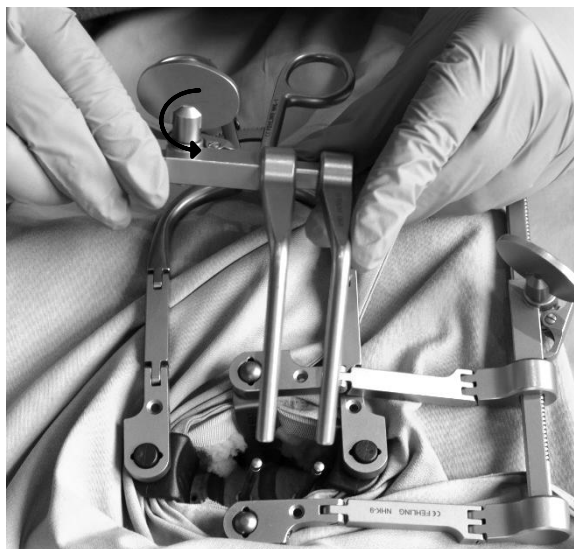

Fig. 11a
8. Les tubes d'accueil du distracteur CASPAR sont maintenant emboîtés sur les deux vis de distraction, comme indiqué à la Figure 11a. Tourner la vis à oreilles dans le sens anti-horaire pour déplacer la vis de distraction dans la position voulue (Fig. 11b).